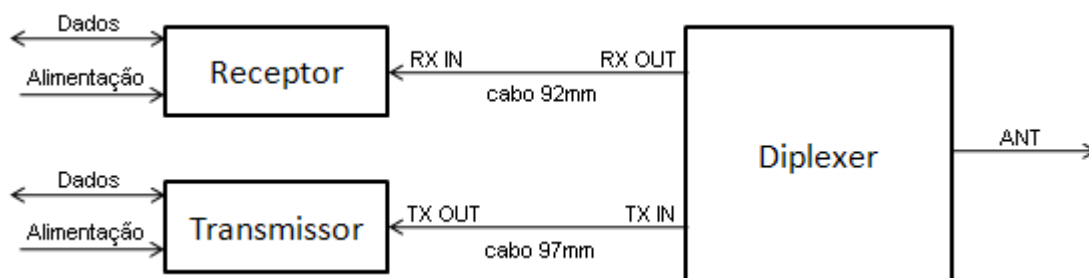

Fig. 1. Diagrama de blocos básico do transponder EW-C10000.
Este transponder operante em banda-S é composto por um módulo transmissor (TX), um módulo receptor (RX) e um diplexer, além da cablagem de RF necessária para interligação destes módulos; e reúne características favoráveis, como: baixo consumo, baixo preço e pequenas dimensões, atendendo a aplicações espaciais de transmissão de dados em modo *full duplex*. Contudo, seu projeto foi completamente baseado no uso de componentes comerciais de baixa imunidade à radiação, i.e. componentes não-certificados para uso na área espacial. A Fig. 1 mostra o diagrama de blocos do transponder EW-C10000: